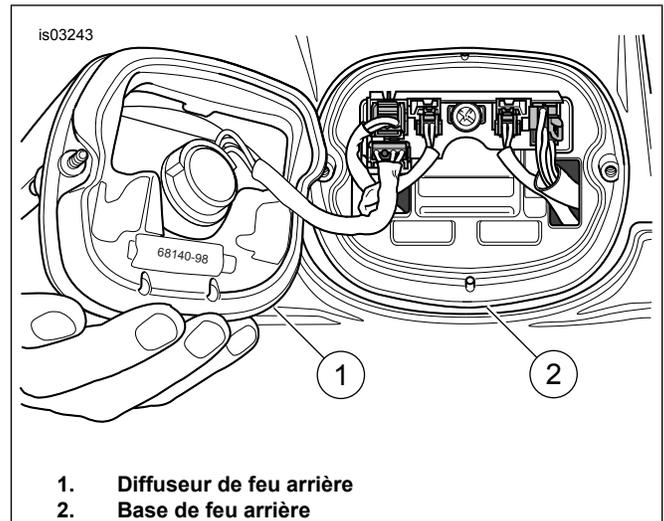

Figure 2. Retirer le diffuseur de feu arrière
3. Voir Figure 2. Retirer les deux vis et le diffuseur de feu arrière (1) de la base (2).
2. Voir Figure 2. Installer le diffuseur du feu arrière (1) sur la base (2) en utilisant deux vis.